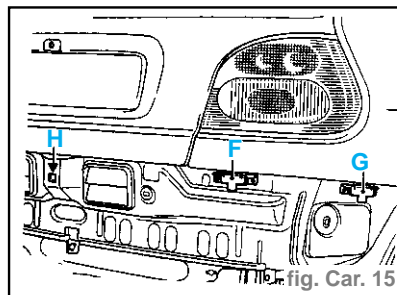

fig. Car. 15
- S'assurer de la bonne mise en place des agrafes de fixations inférieures AR du bouclier (E).
- S'assurer que les presseurs (F) et (G) (de chaque côté), soient vissés correctement sur la jupe AR (fig. Car. 15)